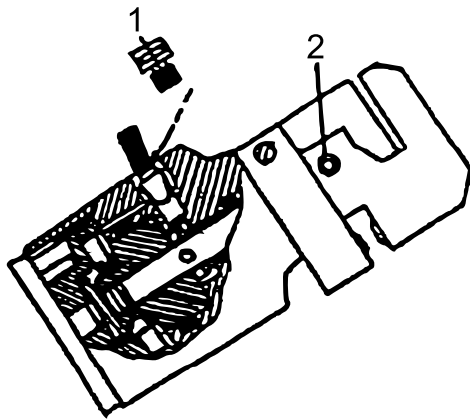

Abbildung 2
2. Füllen Sie bei Bedarf hochwertiges Hydrauliköl in das Hydrauliksystem. Entfernen Sie den Ölstopfen **(13)**, füllen Sie Öl nach und setzen Sie dann den Ölstopfen **(13)** wieder ein (siehe Abb. 2).